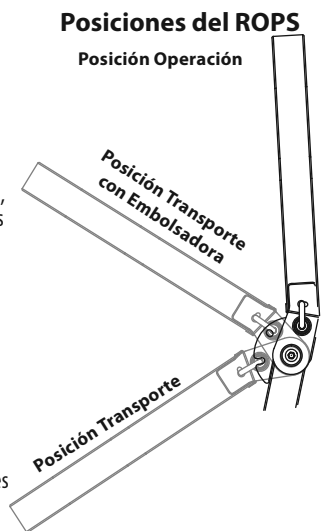

Figura 3
Consulte las tres (3) posiciones para el ROPS en la Figura 3 y en las siguientes descripciones y usos.